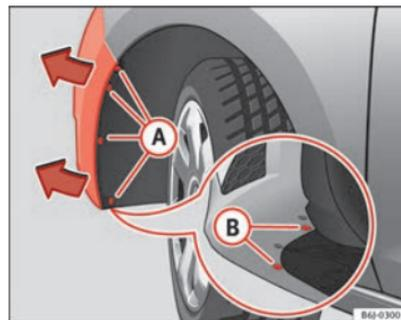

Fig. 172 Farol de nevoeiro: acesso ao conector e ao porta-lâmpadas
- Retire os 4 parafusos **A** ⇒ Fig. 172 do interior do passa roda e os 2 parafusos inferiores **B** ⇒ Fig. 172 do pára-choques, precisando para isso de uma chave de parafusos.